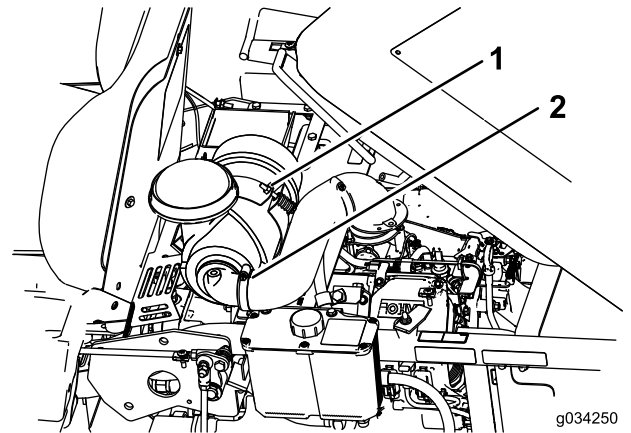

Figure 31
3. Desserrez le collier qui fixe le flexible et déposez le filtre à air (Figure 31).